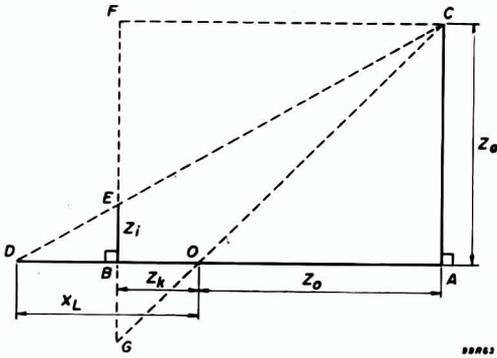

FIG. 63
1. $\overline{OD} > \overline{OB}$; o ponto E está situado acima da linha $DBOA$ (fig. 63).
Se $X_L = \infty$, então $Z_i = \overline{BF} = \overline{AC} = Z_o$ (fig. 63)